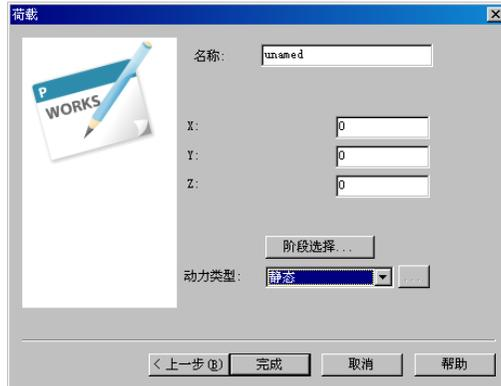

图 4.23 节点荷载对话框
- 如选择节点荷载, 则进入节点荷载参数设置对话框, 如图 4.23 所示。